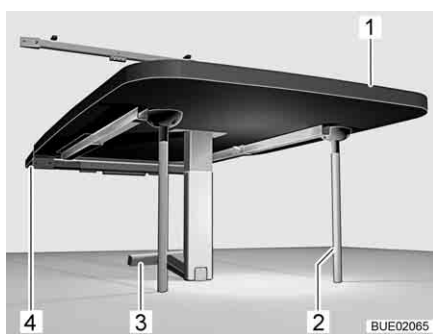

Fig. 126 Tavolo sospeso come struttura di supporto letto
- Sollevare il piano del tavolo (Fig. 126,1) dal davanti.
- Ribaltare di 90° la parte inferiore del supporto snodabile (Fig. 126,3).
- Inserire altri due montanti di supporto (Fig. 126,2) negli alloggiamenti sul lato inferiore del piano del tavolo.
- Inserire il tavolo nel listello di supporto inferiore (Fig. 126,4) e bloccarlo.